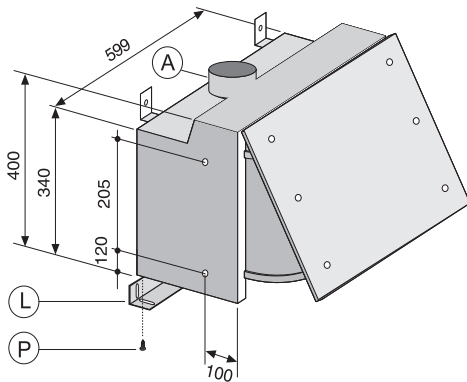

Fig. 1
- Percer 2 trous (diamètre 2,5 mm) sur le côté des éléments hauts comme illustré dans le dessin fig. 1, en considérant l'épaisseur du panneau frontal, pour que la hotte se trouve au même niveau des éléments hauts latéraux.
- Eliminer l'espace qui reste éventuellement entre la hotte et la paroi, en réglant la pièce d'entretoisement (L) en agissant sur les vis spéciales (P) fig. 1.
- Fixer la hotte à la pièce d'entretoisement par les vis (P) fig. 1.